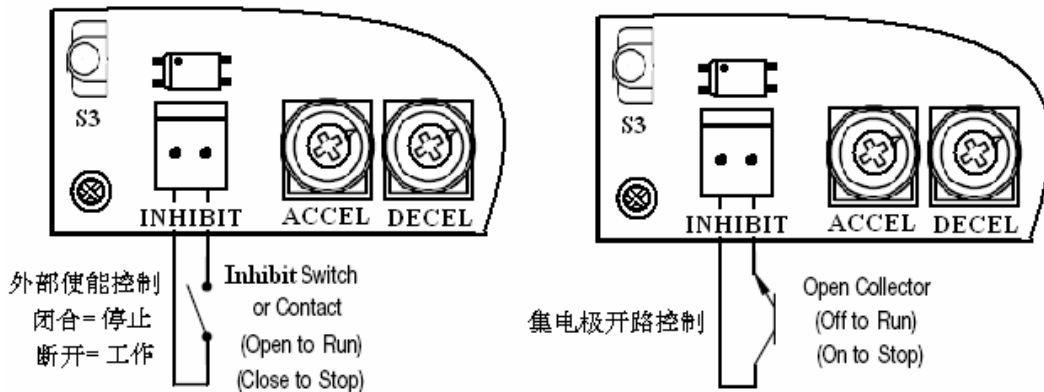

图 3
7、使能电路连接：该控制方式可通过一个使能线路来进行停止和开启控制（闭合时停止，断开后运行）。把开关连接到端子 INHIBIT 上，见图 3。当开关闭合，则马达滑行停止。反之，马达加速到主速电位计的设定速度。一个集电极开路（NPN）可以代替开关进行连接。